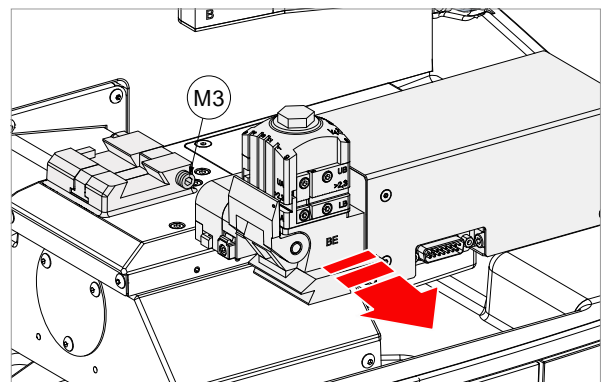

Fig. 140
- 5) Verwijder de spanbek uit de specifieke zwaluwstaartbasis (Fig. 140).